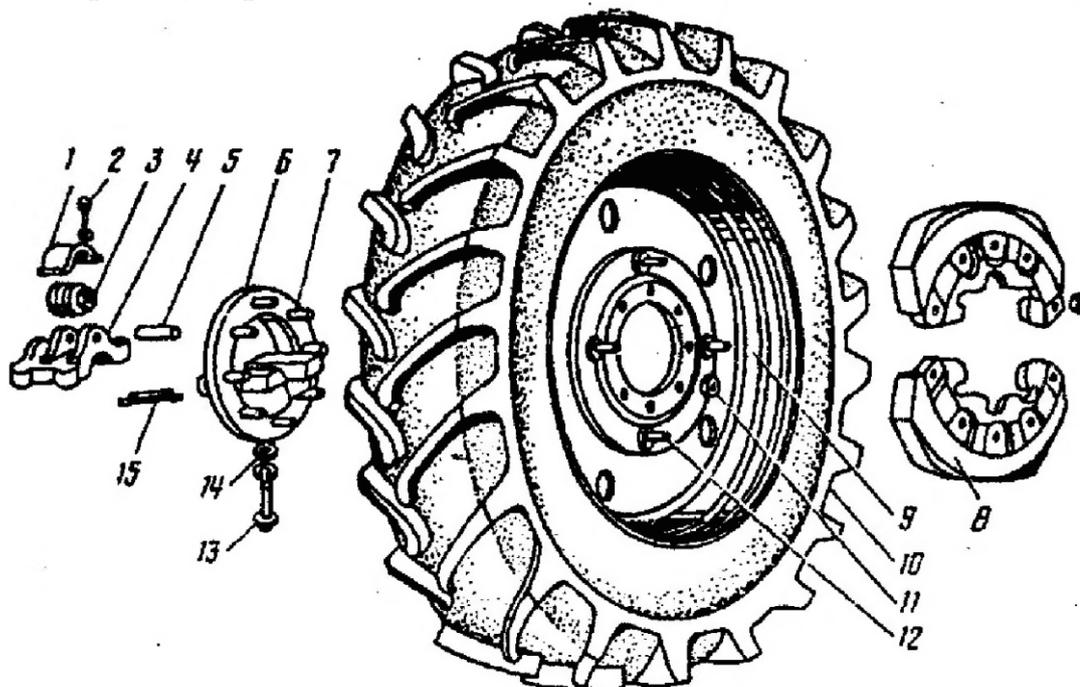

Рис.4. – Заднее ведущие колесо:
- а) поднимите заднюю часть трактора до отрыва колес от грунта и снимите крышку червяка 3 (Рис.4.);